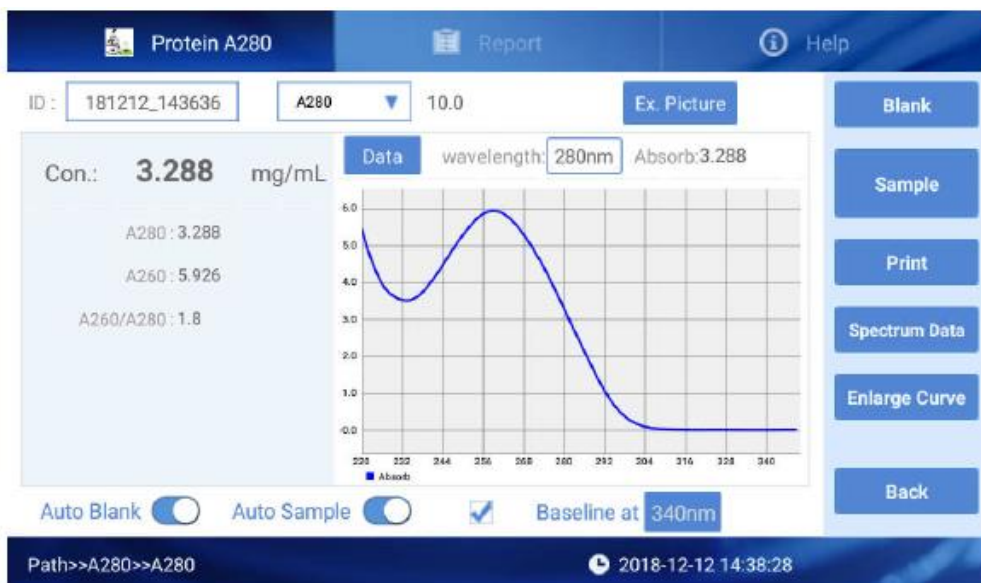

Рис. 4.10. Результат измерения белка
⑦ : нажмите на эту кнопку, чтобы проверить журнал истории данных, а затем нажмите на , чтобы переключиться на просмотр кривой.
- ① Выберите номер партии и тип нуклеиновой кислоты.
- ② Бумажной салфеткой очистите верхний и нижний пьедесталы. Введите 2 мкл буферного раствора, чтобы провести холостое измерение.
- ③ Бумажной салфеткой очистите верхний и нижний пьедесталы от буферного раствора.
- ④ Измерьте пробу объемом 2 мкл. Нажмите на «Measure», после чего откроется в окне в соответствии с рис. 4.10.